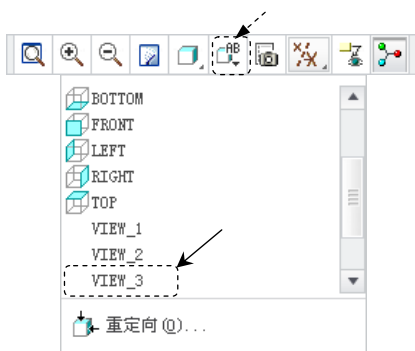

图 10.1.3 选择 VIEW_3 视图
(1) 单击视图工具栏中的  按钮，将模型设置为着色显示状态。
(2) 单击图工具栏中的  按钮，在弹出的界面中取消选中 ☐ **轴显示** 和 ☐ **坐标系显示** 复选框，使基准轴、坐标系不显示；选中 ☒ **平面显示** 复选框，使基准面显示。
(3) 单击  按钮，然后选择图 10.1.3 所示的 VIEW_3 视图。
(1) 在 **样式** 功能选项卡中的 **分析** 区域中单击“曲率”按钮 ，系统弹出“曲率”对话框，然后选择图 10.1.3 所示的某个 ISDX 曲面，可查看其曲率图。
(2) 在“曲率”对话框的 **快速** 下拉列表中选择 **已保存**，然后单击“曲率”对话框中的  按钮，关闭“曲率”对话框。
(3) 此时可看到曲线曲率图仍保留在模型上。如果要关闭曲率图的显示，可在“样式”操控板中选择 **分析** →  **删除所有曲率** 命令。